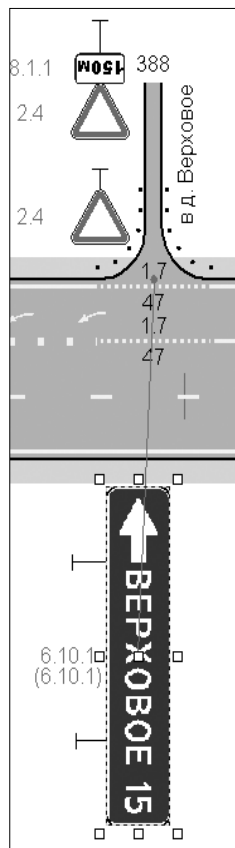

Рис. 16
- V. Интерактивно переместите знак (рис. 16). Выберите и интерактивно переместите подпись знака в нужное место.
- VIII. Создадим для знака две стойки (рис. 16). Выберите команду **Объекты/Знаки/Создать стойку знака** .